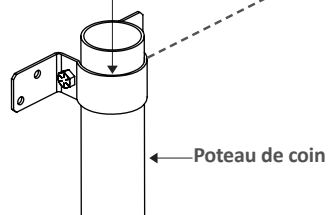

Fig. 16
2. Marquez la position de la corde-guide sur les poteaux supplémentaires de la pagée, comme illustré à la fig. 16.